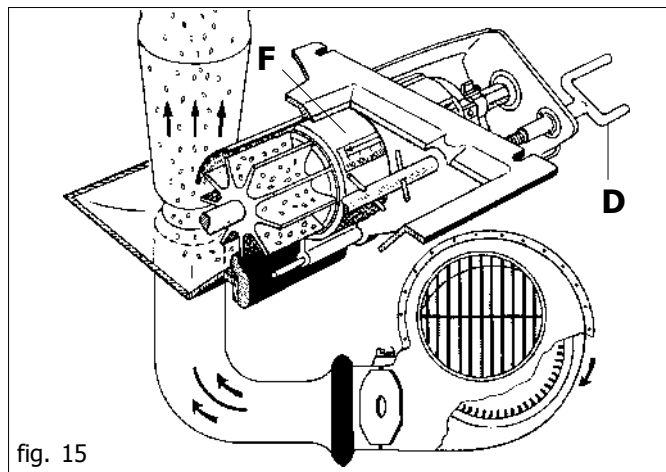

fig. 15
La cantidad de semillas que se deben distribuir por hectárea es regulada por el aparato de dosificación (fig. 15), modificando la apertura de la válvula (F), por medio de la varilla roscada (D), en el valor correspondiente en la columna izquierda de la tabla de distribución de semillas 19702800 (tabla pág. 78).
La cantidad de abono que se deben distribuir por hectárea es regulada por el aparato de dosificación (fig. 15), modificando la apertura de la válvula (F), por medio de la varilla roscada (D), en el valor correspondiente en la columna izquierda de la tabla de distribución de abono.